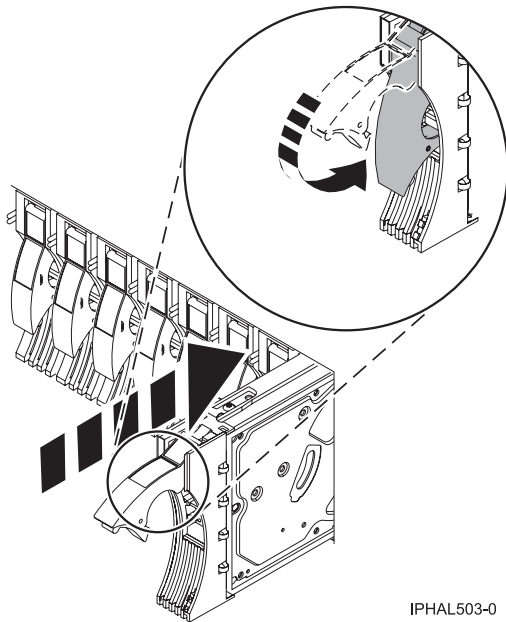

Figure 26. Installation d'une unité de disque sur un modèle
5. Installez l'unité de disque (voir figure 26, à la page 36).